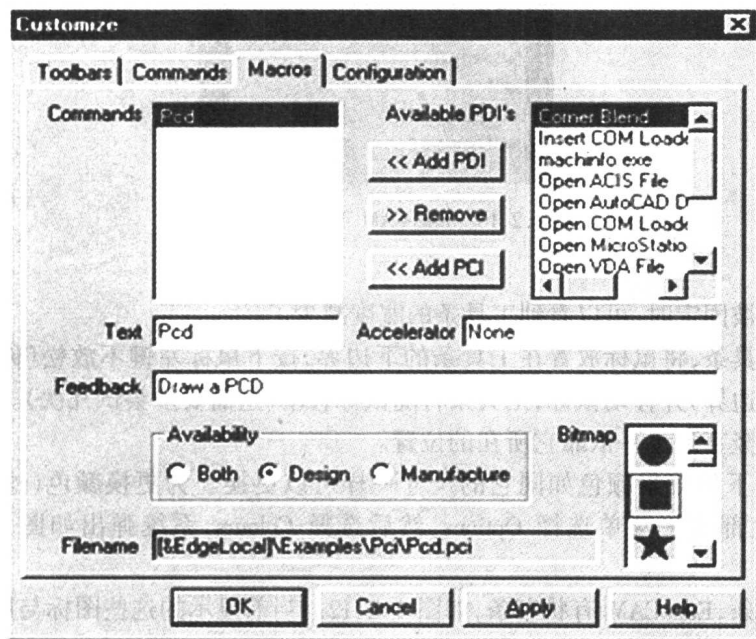

图 1.2.8 建立宏对话框
4. 移到 Macros 选项,然后选择“Add a PCI”,系统弹出如图 1.2.8 所示对话框,将被要求输